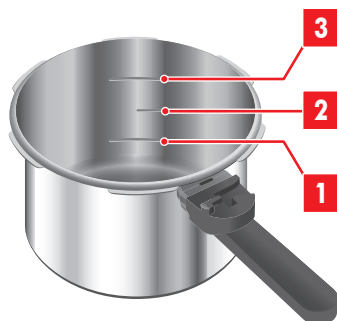

Fig. 9: Respecter la hauteur de remplissage
3. Remplissez le faitout au moins à 1/3 avec de l'eau (fig. 9/1). Selon la recette, vous pouvez utiliser également du bouillon comme liquide de cuisson.
5. Placez les aliments dans le faitout. Assurez-vous que le faitout est rempli au maximum aux 2/3 (voir fig. 9/3).
- En cas d'utilisation d'aliments moussants ou gonflant beaucoup tels que le riz, les légumes secs ou les légumineuses, le faitout doit être rempli seulement à moitié (voir fig. 9/2).